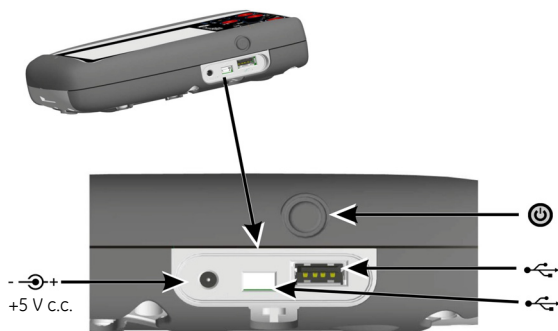

Fig. 2, Vedere din lateral
1. Conectați unitatea pentru rețeaua de alimentare c.c./pentru încărcătorul bateriei la conexiunea de +5 V_{c.c.} de pe partea laterală a unității (Consultați: Fig. 2, Vedere din lateral).
2. Bateria poate fi, de asemenea, încărcată utilizând conexiunile USB (Consultați: Fig. 2, Vedere din lateral).
Dacă instrumentul este oprit, apăsați butonul de alimentare (Consultați: Fig.2, Vedere din lateral) până când se afișează tabloul de bord.